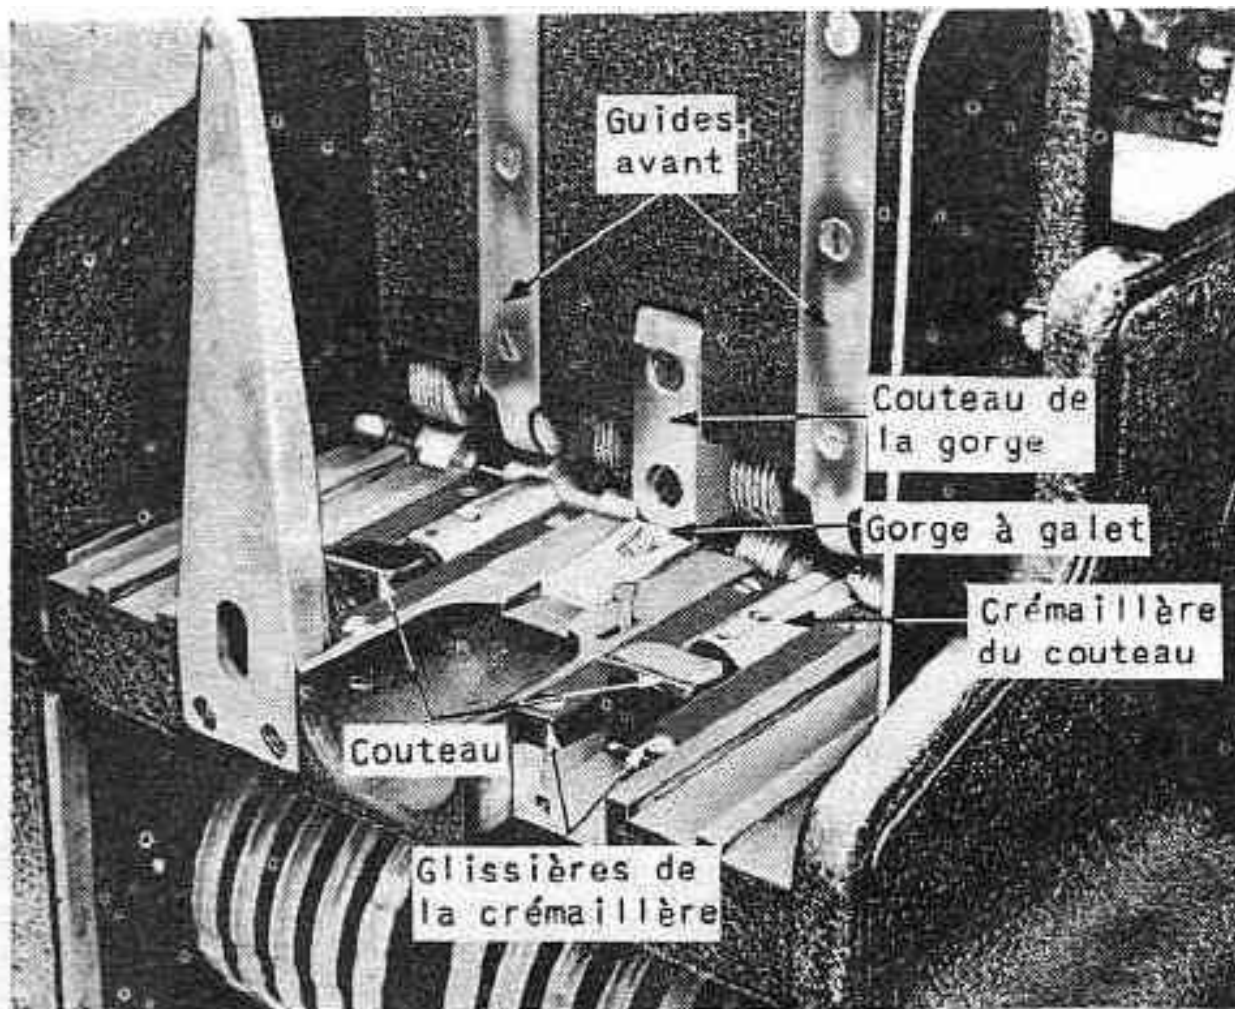

Figure 49 - Magasin d'alimentation
- des photos montrant un magasin d'alimentation et un schéma de la perforation, ainsi que les « balais » de lecture (figures 49 et 53 du volume-2),